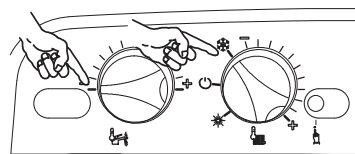

Рис. 6
- 1 Прежде чем включить электропитание котла, установите регуляторы так, как показано на Рис. 6.